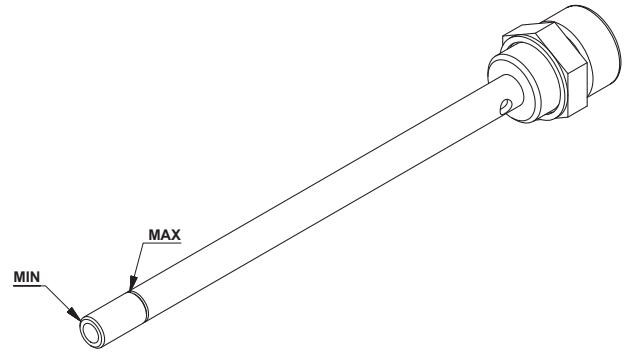

FIG. 21
- Controlar que el nivel esté comprendido entre el mínimo y el máximo indicado en el asta (Fig. 21)